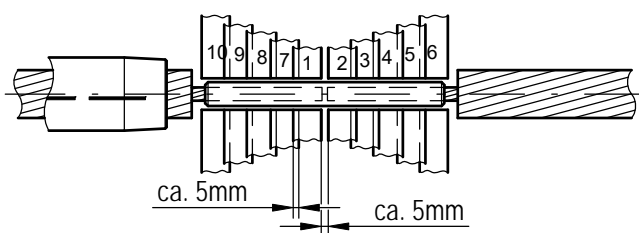

FIG 3
- 6) Compress the steel sleeve in the order like shown in FIG. 3. Use appropriate compression insert (see indicated index number on the steelsleeve). According to the available type of tool and tool insert you will have a small or broad compression.
- 6) Die Stahlhülle entsprechend der in FIG. 3 dargestellten Pressreihenfolge mit dem passenden Presseinsatz verpressen (siehe Markierung auf der Hülle). Ob schmal oder breit verpresst wird, hängt von den Werkzeugen und Einsätzen ab, die für die Montage zur Verfügung stehen.